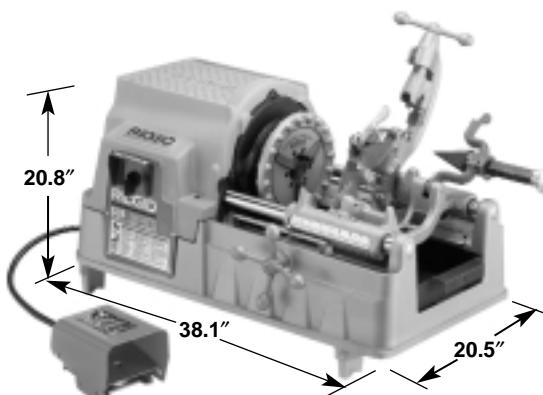

Figure 2 – Dimensions de la machine Modèle 535
1. En l'absence d'un support, la machine doit être montée sur un établi solide. Pour monter la machine sur établi, introduisez les quatre (4) boulons de $\frac{5}{16}$ po et les trous prévus à chaque coin de l'embase de la machine. Les dimensions de l'embase sont indiquées à la *Figure 2*.